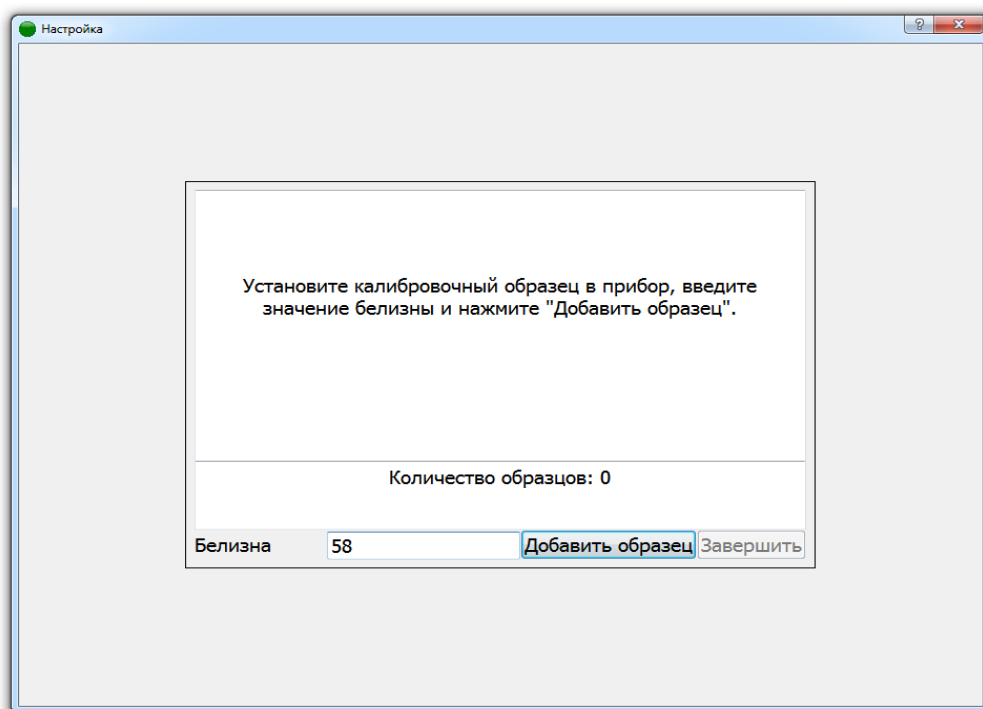

Рисунок 15.17
4. Перейти в меню «Настройка» (Рисунок 15.17).